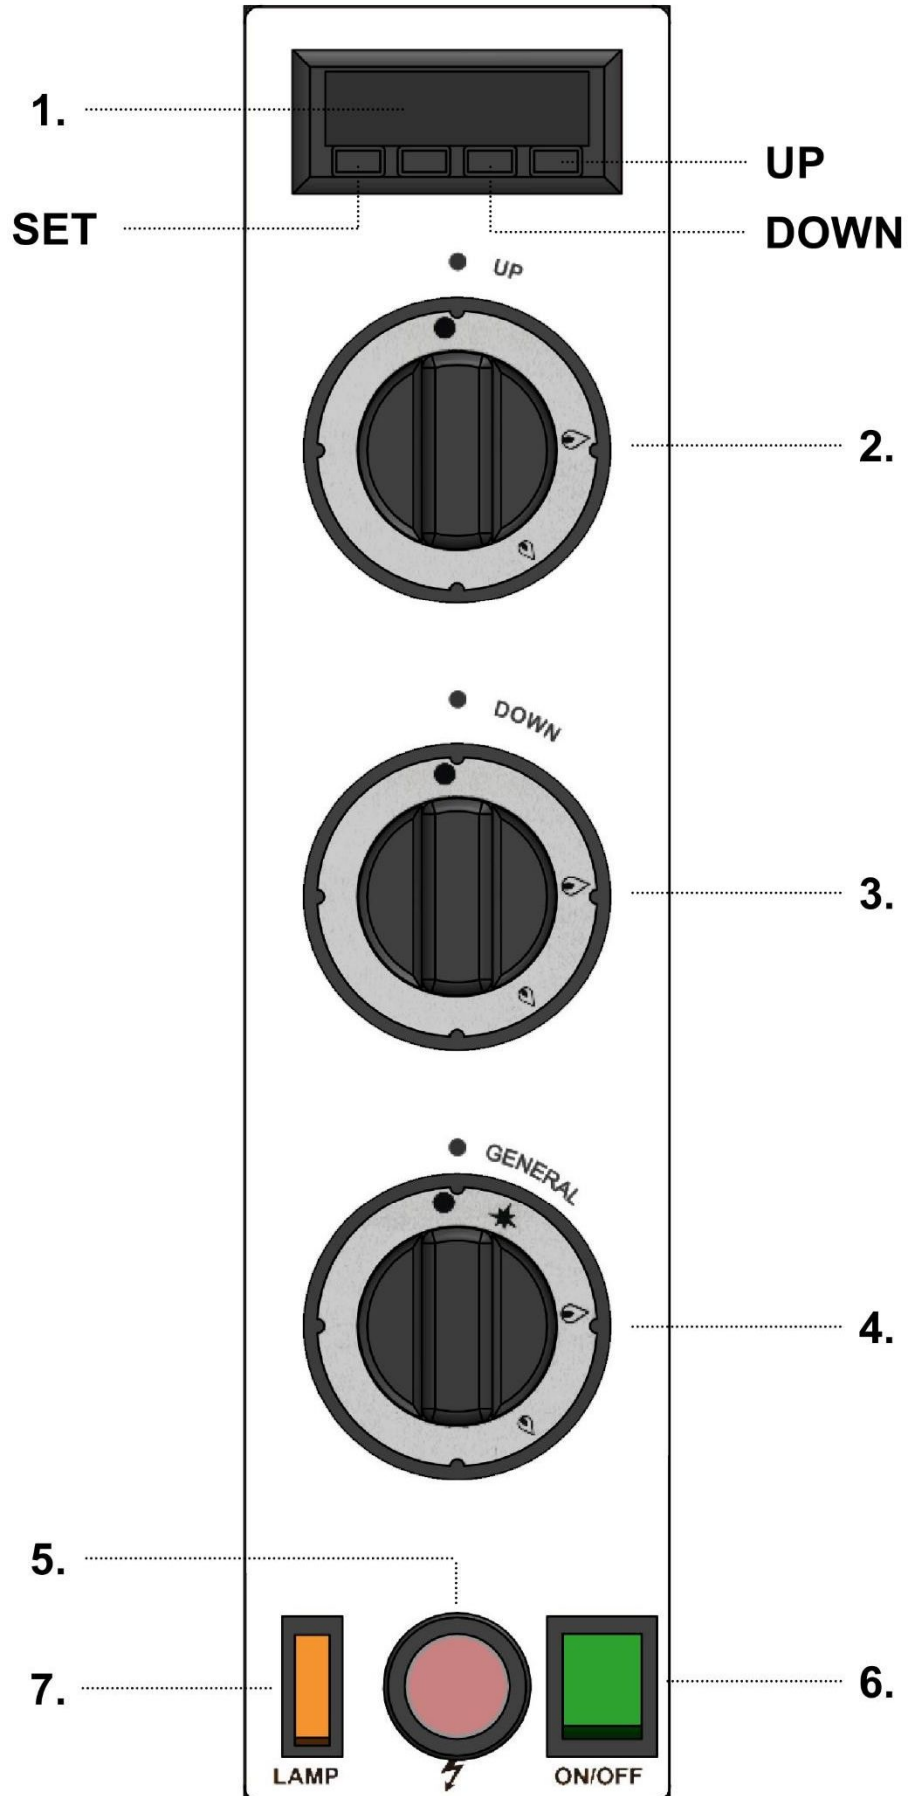
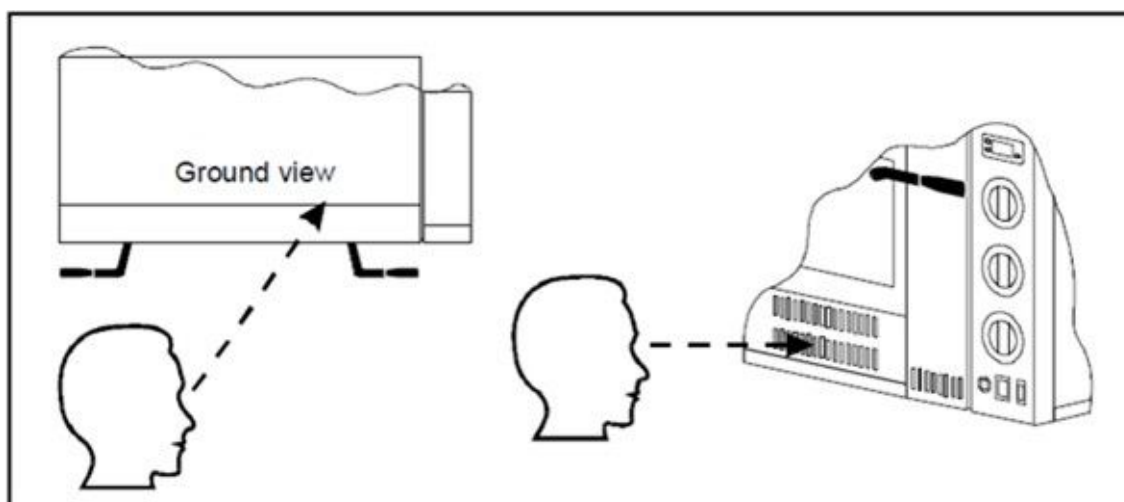

FIG.14
FIG.15
Avec le **panneau de contrôle (fig.14)** situé dans la partie **frontale droite** l'opérateur peut effectuer manuellement la mise en place et introduire les paramètres de cuisson du four.
- 3) Presser l'interrupteur général d'alimentation électrique (fig.14-réf.6) la lumière verte s'allume;
- 4) Régler la température de cuisson en pressant le touche "set" et "+" ou "-" (fig.14-réf.1); dans le cas où la température réglée est identique ou inférieure à la température ambiante il est impossible d'allumer les brûleurs parce que le thermostat est raccordé à l'électrovanne d'alimentation du gaz qui ferme le flux à la température recherchée;
- 5) Tourner la manette du robinet général d'alimentation du gaz (fig.14-réf.4) sur la position maintenir la manette enfoncée et presser en même temps plusieurs fois l'allumage piézoélectrique de la veilleuse (fig.14-réf.5). Dès que la veilleuse s'allume, relâcher la manette. la veilleuse doit rester allumée si non répéter l'opération. On peut contrôler la veilleuse par les ouvertures situées sur le côté droit du panneau frontal (fig.3-réf.2) en regardant vers l'intérieur en observant une inclinaison de 45° environ vers la droite (FIG.15);
- 6) Tourner la manette du robinet général (fig.14-réf.4) dans la position  (puissance maximum);
- 7) Ouvrir les robinets de vôte (fig.14-réf.2) et de sole (fig.14-réf.3) en tournant les en sens inverse des aiguilles d'une montre, les porter sur la position (puissance maximum).
Quand le four atteint la température demandée, (voir point 5 de ce paragraphe) visible sur le thermomètre (fig.14-réf.1) on peut enfourner la pizza pour la cuisson.
- 2) Pour éclairer l'intérieur de la chambre de cuisson, presser l'interrupteur lampe du four (FIG.14-Réf.7);
- 1) Éteindre le four en tournant les manettes sur la position ● "Eteint" (FIG.14-Réf.2/3/4);
- 2) Éteindre l'éclairage intérieure du four par l'interrupteur (FIG.14- Réf.7);
- 3) Éteindre l'interrupteur général (FIG.14-réf.6) la lumière verte s'éteindra;